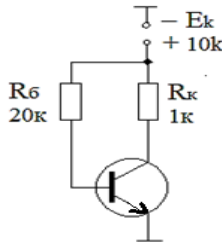

Рис. 2.1.
1. В каком режиме находится БТ в схеме (рис.2.1).